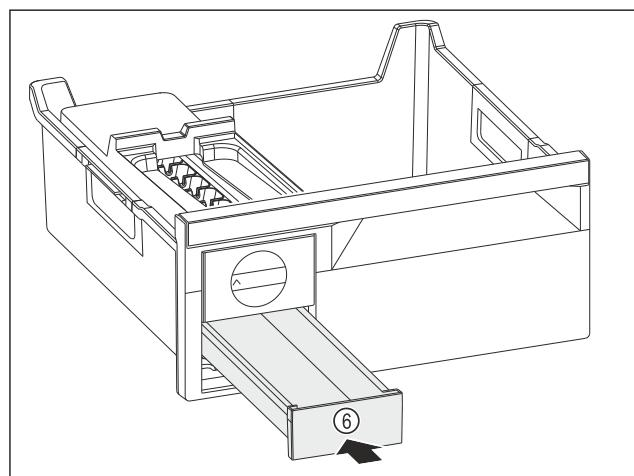

Fig. 96
- Zasuňte zásuvku na kocky ľadu Fig. 96 (6).